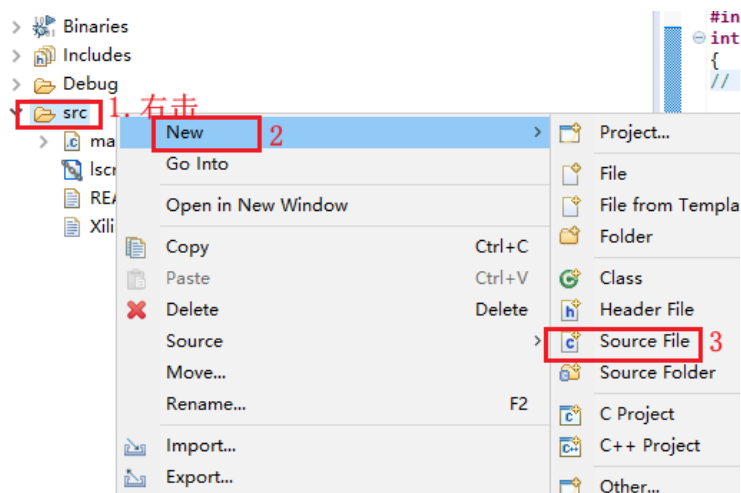

图 1-19 新建源文件
4. src 文件夹下，新建一个源文件，如下图 1-19 所示，然后在弹出的界面中给文件命名为 main.c。